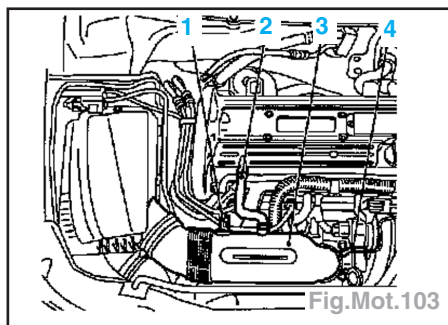

Fig.Mot.103
- le flexible de dépression (3), le flexible de reniflard (2), la fiche de faisceau de capteur (1) et le flexible d'aspiration d'air (3) (Fig.Mot.103).